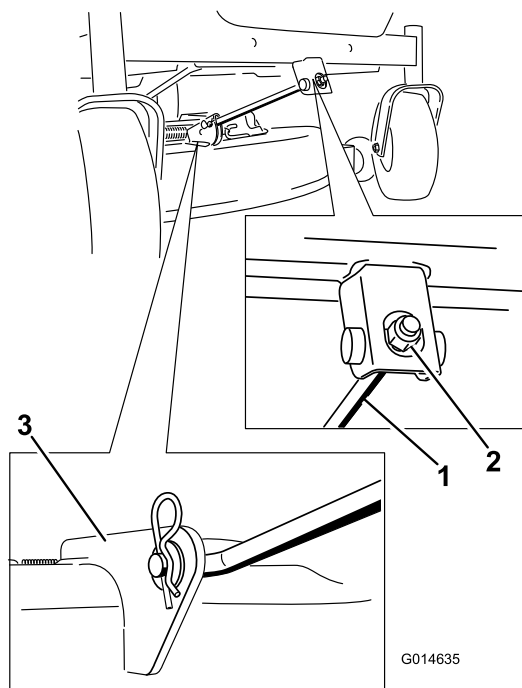

Figura 60
4. Retire el pasador de horquilla de la varilla de soporte delantera y retire la varilla del soporte de la carcasa (Figura 60). Baje cuidadosamente la parte delantera de la carcasa de corte al suelo.
6. Conecte la varilla de soporte delantera a la carcasa de corte con el pasador y la chaveta (Figura 60).